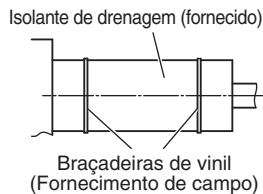

Fig. 3-9
- Depois de ligar o tubo de drenagem firmemente, enrole o material de vedação fornecido e o isolante do tubo de drenagem em redor do tubo e, em seguida, fixe-o com as braçadeiras de vinil. (Fig. 3-9)